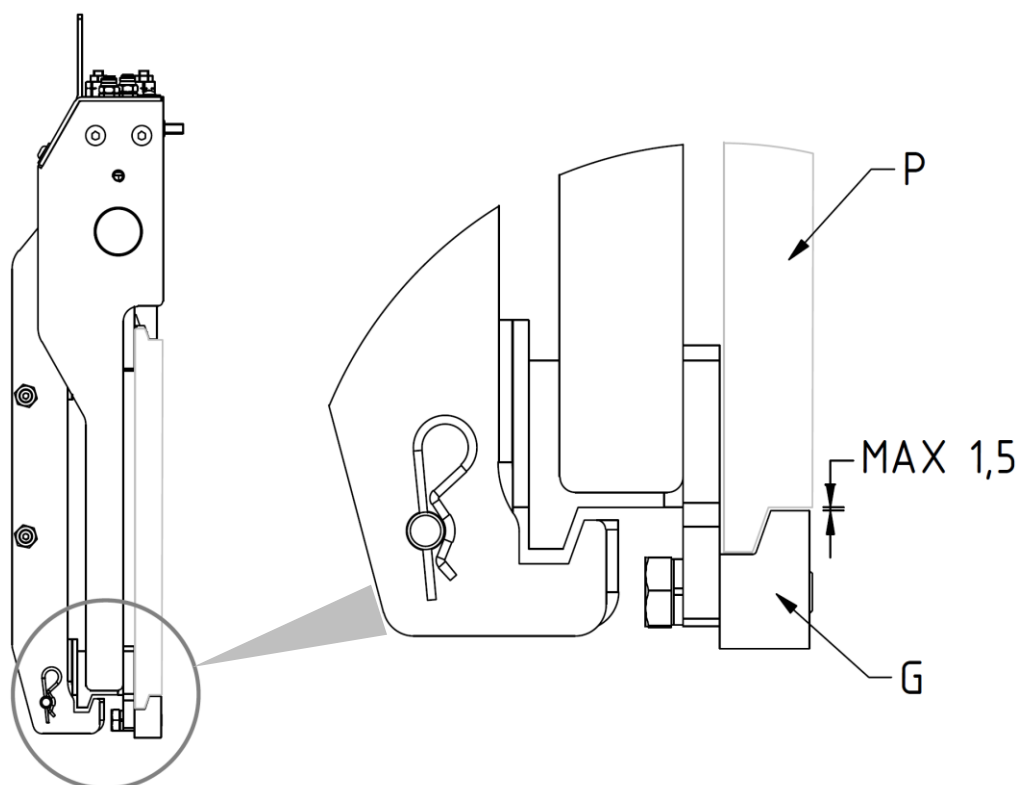

Figura 9
7. Riavvitare i 2 ganci inferiori **G** in modo che il corpo di questi rimanga agganciato anche inferiormente alla piastra porta forche **P** (con gioco max. 1,5mm, vedi *Figura 9*), serrando con coppia di serraggio indicata nella *Tabella 4*.
3. Controllare il gioco fra la parte inferiore della piastra porta forche e i ganci inferiori dell'attrezzatura, verificando che sia come indicato in *Figura 6* (pag.11) e in *Figura 9* (pag.14) ed, eventualmente, intervenire sul serraggio delle viti che li sorreggono.